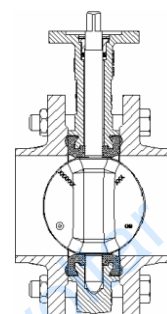

рис. 3
7. Снова откройте заслонку (рис. 3) и затяните гайки (*необходимо затягивать постепенно и последовательно противолежащие гайки так, чтобы равномерно сжать футеровку*) до контакта корпуса заслонки и фланцев (контакт металл/метал). **При закрытом диске затягивать гайки нельзя.**